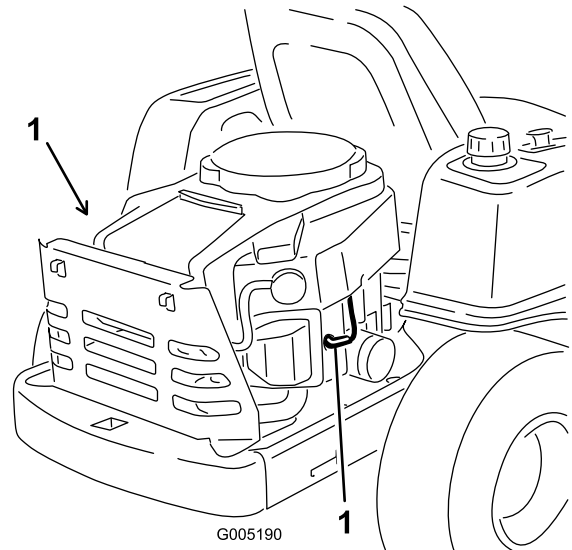

Bild 29
Ziehen Sie die Kerzenstecker ab (Bild 29).
3. Drücken Sie den Stecker auf die Zündkerze (Bild 29).